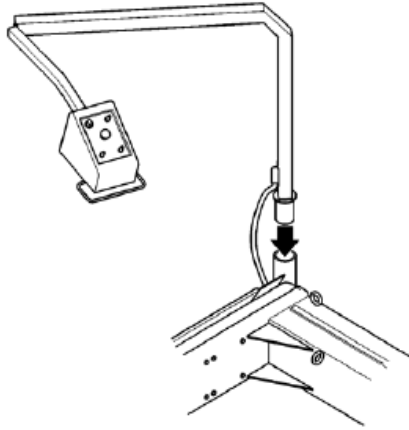

Рис. 10
- А.** Расположите консоль управления надлежащим образом (Рис.10). Убедитесь что шнур питания не имеет повреждений.